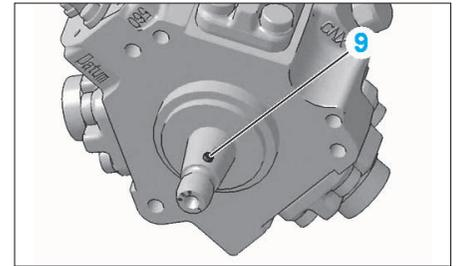

FIG. 43
- vérifier la présence de la goupille (9) (Fig.43)